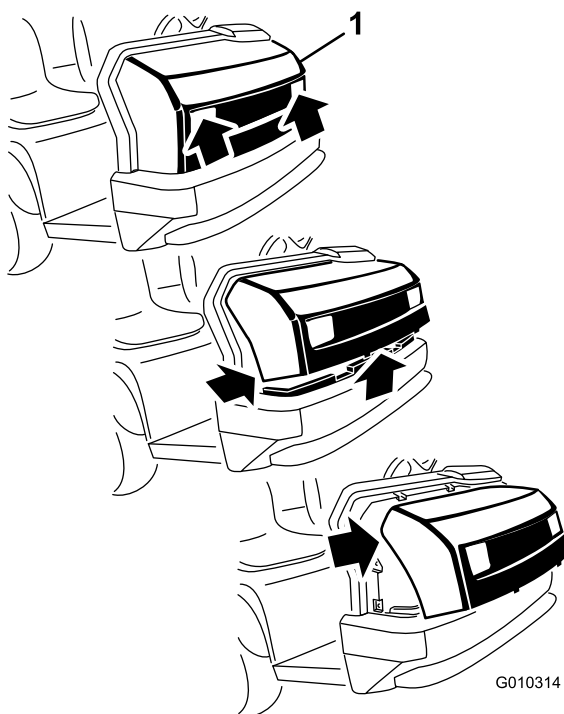

Figure 35
1. Saisissez le capot par les ouvertures des phares et soulevez-le pour dégager les pattes de fixation inférieures des fentes du châssis (Figure 35).
2. Pivotez le bas du capot vers le haut jusqu'à ce que vous puissiez dégager les pattes de fixation supérieures des fentes du châssis (Figure 35).
3. Pivotez le haut du capot en avant et débranchez les connecteurs des fils des phares (Figure 35).